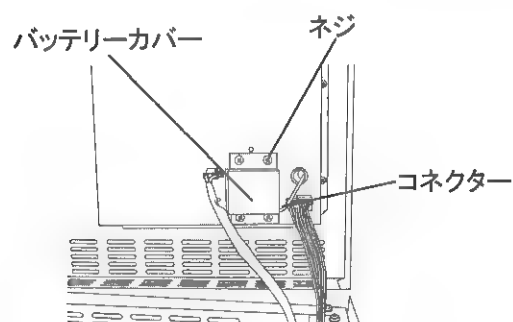

図 4
4. ニッケル水素蓄電池のコネクターを外し、ニッケル水素蓄電池を固定しているバッテリーカバーのネジ 4 本を取外してください。(図 4)